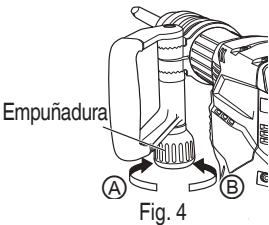

Fig. 4
- (1) Afloje el asa girando la empuñadura en el sentido de Ⓐ, como se muestra en la Fig. 4.